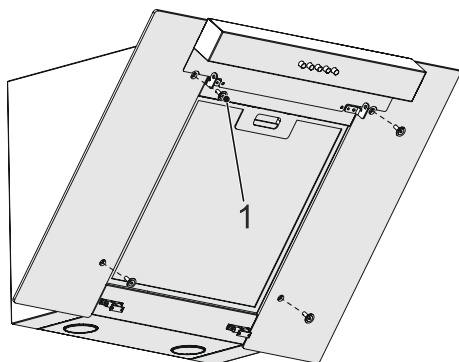

Fig. 10
4. ➔ Montér nu glassene fast vha. de 4 skruer. (Fig. 10).